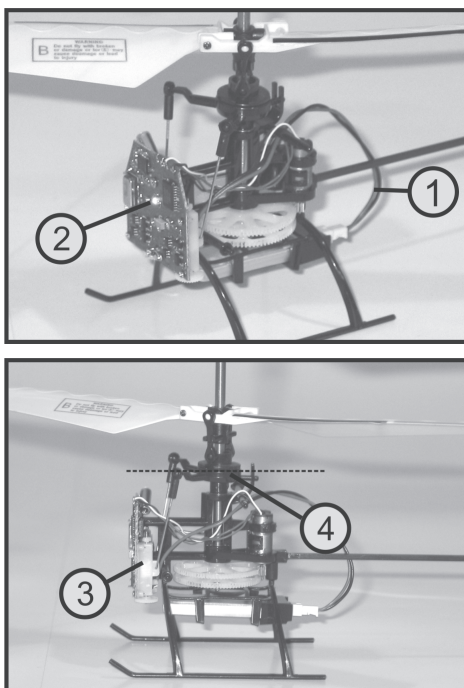
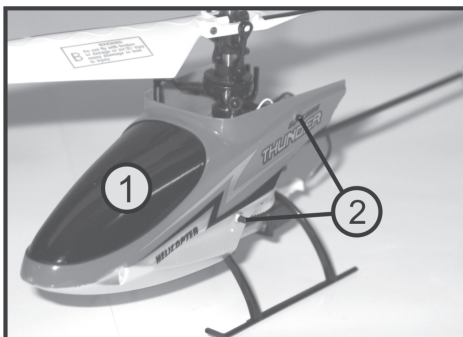

Figure 8
Figure 9
Au bout d'env. 5 secondes, la DEL reste allumée et les deux servos de plateau oscillant (3), installés à droite et à gauche de la platine centrale, se déplacent en position de référence. Le plateau oscillant (4) doit alors être à l'horizontale (voir ligne pointillée sur l'image du bas de la figure 8).
Pour une représentation plus claire, la verrière de la cabine a été démontée sur la figure 8. Pour ce faire, soulevez la verrière de la cabine (voir figure 9, pos. 1) des deux boulons de retenue à droite et à gauche (voir figure 9, pos. 2) puis retirez la verrière en la tirant vers l'avant.